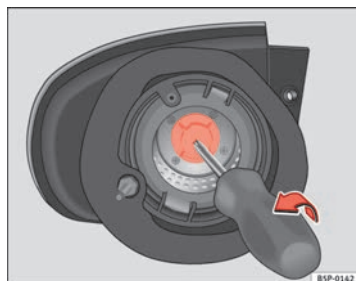

Fig. 192 Feux clignotants.
- Retirez la douille d'ampoule du clignotant à l'aide d'un tourne-vis dans le sens de la flèche ⇒ fig. 192.